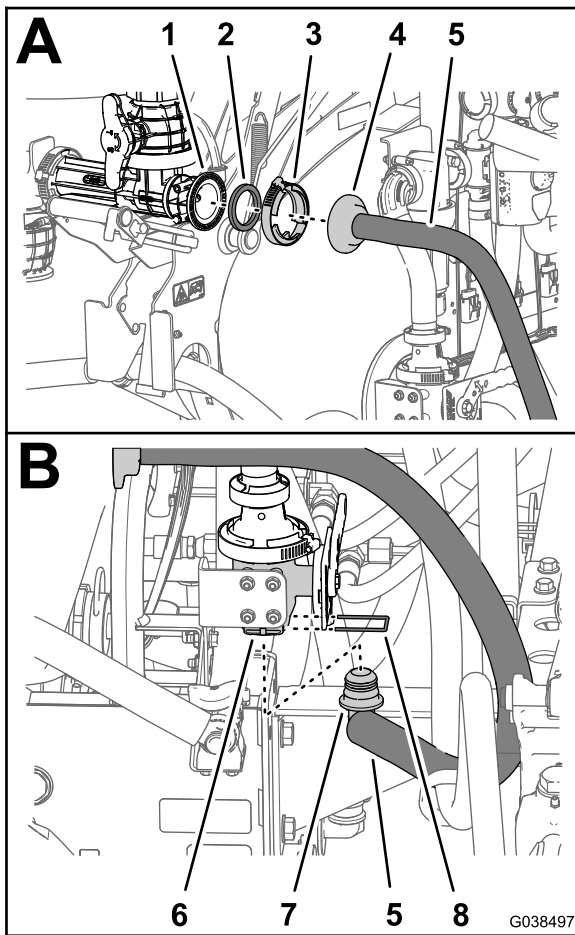

Figura 101
1. Alinee el acoplamiento dentado recto de la manguera de alimentación del eyector (2 cm x 88 cm) con la junta que retiró en el paso 2 de Desconexión del kit opcional de eyector (página 9) y con la brida del eyector (Figura 101).
- Conecte el acoplamiento dentado de 90° de la manguera de alimentación del eyector al orificio inferior de la válvula de cierre del eyector (Figura 101).
- Sujete el acoplamiento dentado de 90° al orificio de la válvula de cierre del eyector con una horquilla de retención pequeña (Figura 101).